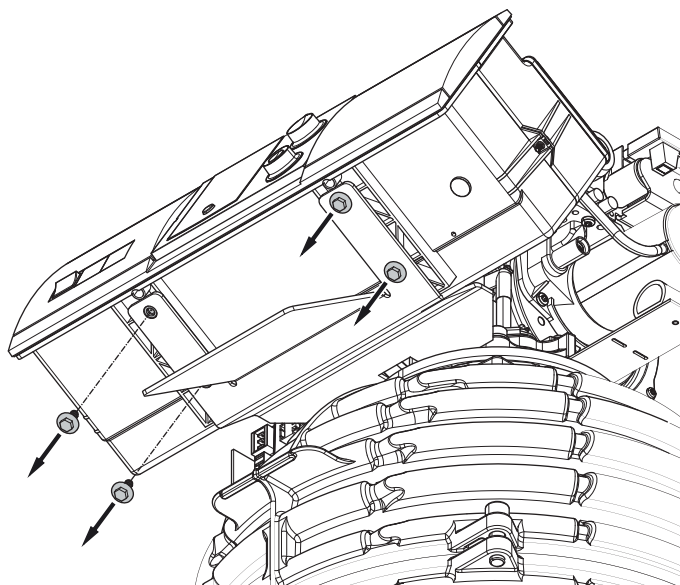

Figura 6-7 Togliere le viti di fissaggio del quadro di comando della caldaia
9. Rimuovere le viti di fissaggio del quadro di comando della caldaia con una chiave da 8 (figura 6-7) e rimuovere il quadro di comando.